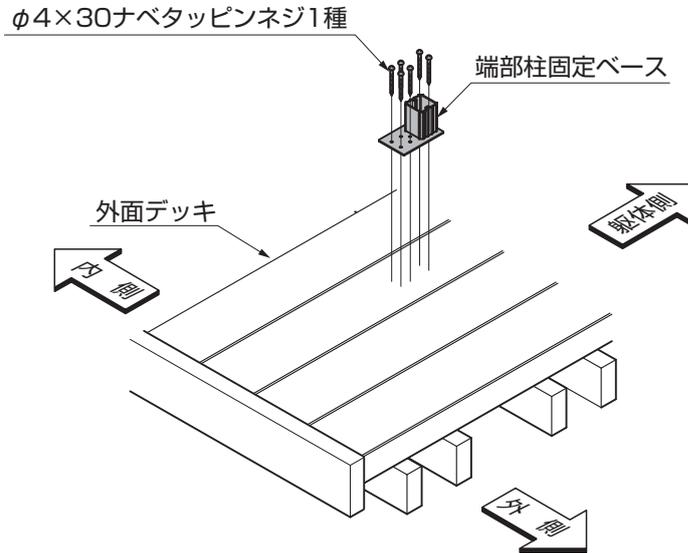

図2-1
①端部柱固定ベースを外面デッキに、「φ4×30ナベタッピンネジ1種」で取付けてください。(図2-1参照)